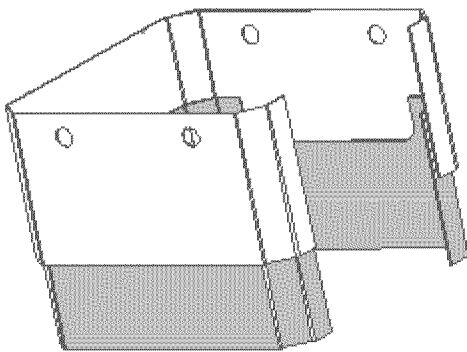

Figura 24: Cubiertas De Patas
2. Coloque la pieza más corta, con los cortes hacia arriba, dentro de la pieza más ancha, con la parte abierta de las dos piezas hacia atrás (Figura 24).
1. Quite las cubiertas de las patas deslizando la pieza exterior de la cubierta de la pata hacia abajo, desenganchando las muescas extruidas de la base de aluminio (vea la Figura 24).